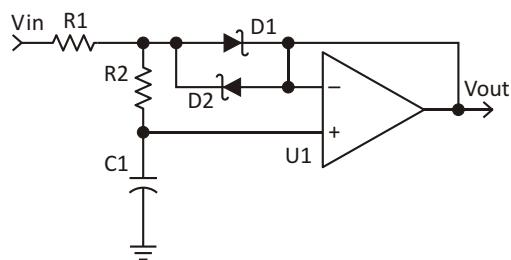

Рисунок 1. Генератор пилообразного напряжения.
1. В схеме использован малогабаритный ферритовый сердечник ($\mu = 2000$, габариты 12.7 7.15 4.90 мм) компании Fair-Rite, серийный номер которого указан на схеме (Рисунок 1).
В статье продемонстрирован простой способ формирования из ступенчатого входного сигнала пилообразного напряжения с почти постоянной скоростью нарастания. В базовой схеме используется единственный операционный усилитель (Рисунок 1). Если бы схема основывалась на интеграторе, таких усилителей, в типичном случае, потребовалось бы три.
Предположим, что для питания схемы требуется положительное напряжение, но в вашем распоряжении есть только источник отрицательного напряжения. Получить в этом случае положительное напряжение из отрицательного при достаточно высоком КПД можно с помощью стандартной микросхемы повышающего преобразователя (Рисунок 1). Напряжение на выходе повышающего преобразователя должно быть выше входного напряжения. Поскольку выходное напряжение (в нашем примере 5 В) больше уровня «земли» отрицательного входного напряжения, это правило здесь не нарушается. В